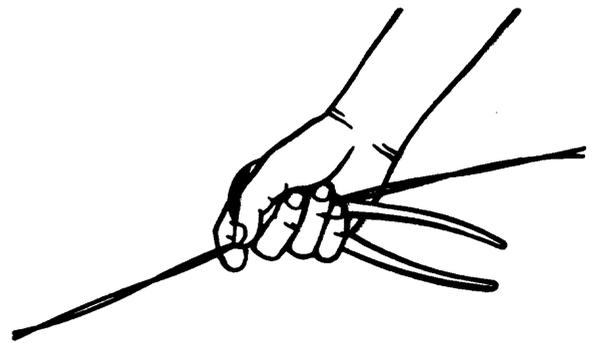

Fig. 15
**2º paso** *Tome el alambre en la mano de forma que le sobresalga unos 12 cm. aproximadamente. (Fig. 15).*